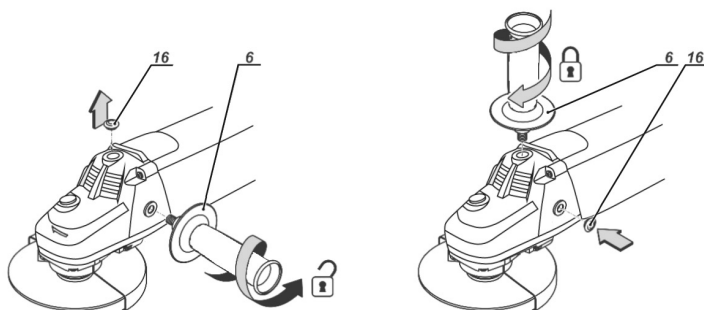

Figura 2 – Montagem do punho auxiliar
Sempre utilize punho auxiliar (6) ao operar o equipamento. O punho auxiliar pode ser montado em três posições, conforme figura 2: